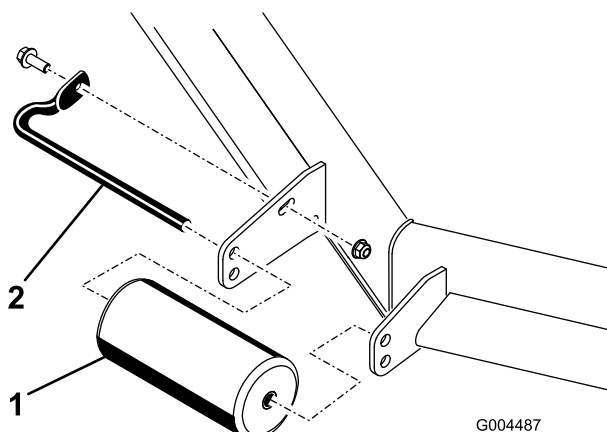

Figura 5
4. Retire os dispositivos de fixação prendendo cada rolo no seu cortador e mova os rolos para cima ou para baixo, como desejar (Figura 5).